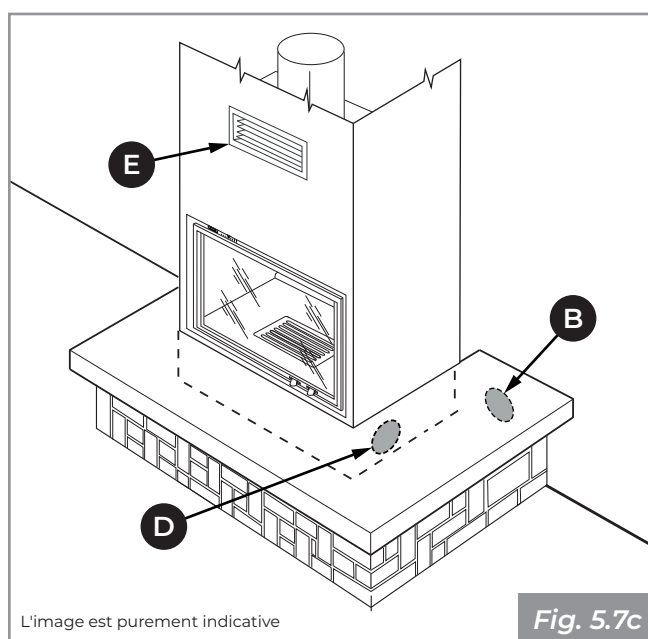

Fig. 5.7c
- **(Fig. 5.7c)** : prise d'air externe **(B)** réalisée à l'intérieur du revêtement.